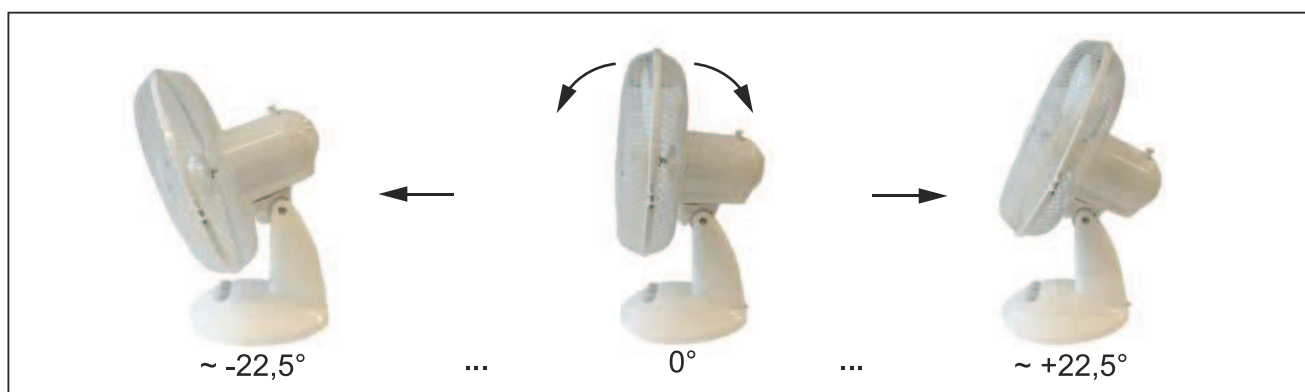

Fig.43: Regolare l'angolo di inclinazione
4. Inclinare il ventilatore nella posizione dalla quale si desidera proven- ga la ventilazione. Si veda fig. 43.